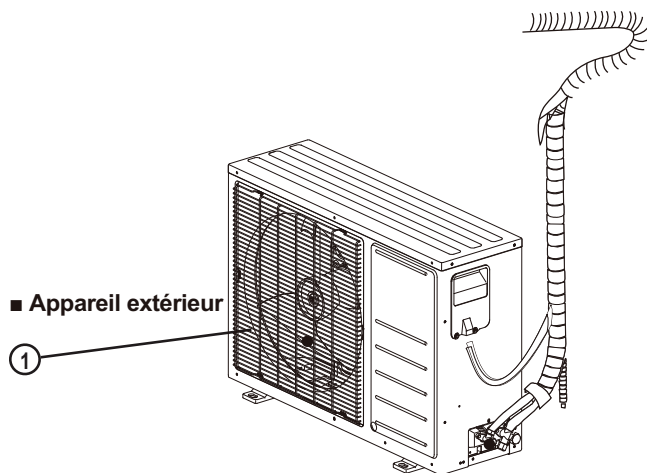

Fig. 2 – Appareil extérieur
- La figure 2 ci-dessus n'est qu'une ébauche. Le modèle actuel pourrait être légèrement différent.